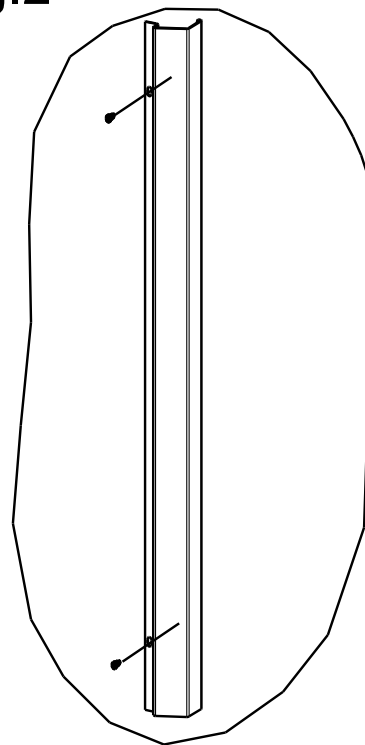

Fig.4
1. Per le vetrare utilizzare gli stessi prodotti usati per la pulizia interna. **2.** Rimuovere la protezione dall'acciaio del pannello e dalle griglie (Vedi Fig. 4).